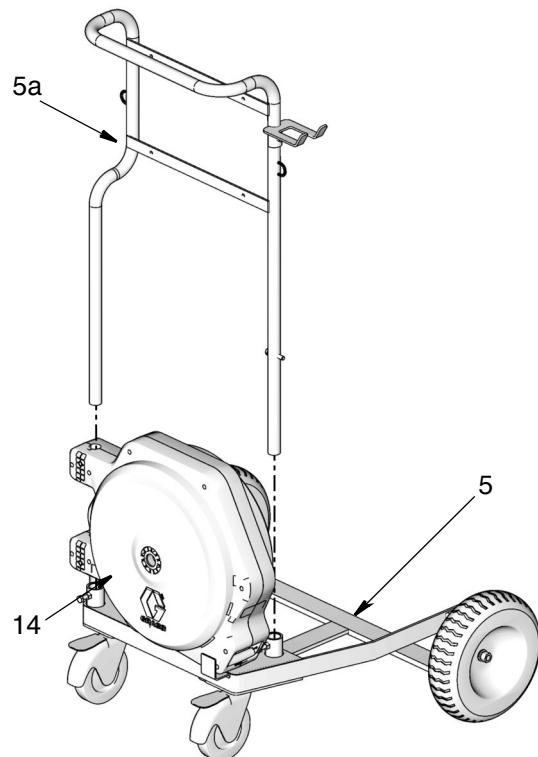

Рис. 29
- Поставьте шланговый барабан (14) на раму тележки (5), как показано на Рис. 29.
- Установите сборочный узел ручки (5а) на раму тележки (а), как показано на Рис. 29.